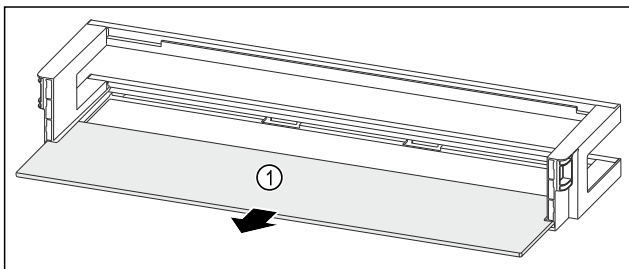

Fig. 131 Balconnet de contre-porte avec tablette de rangement
- Retirer la tablette de rangement Fig. 131 (1).